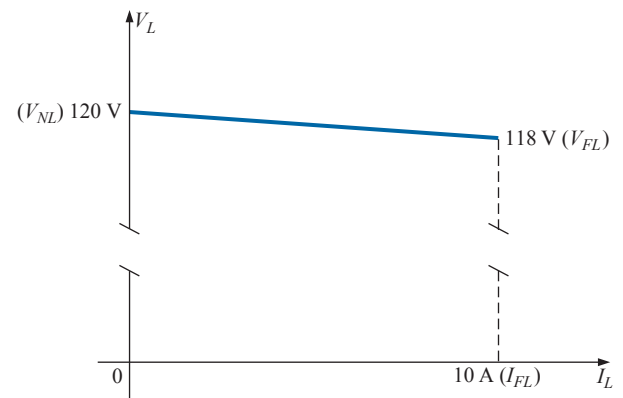

Figura 5.70 Características terminais para a fonte do Exemplo 5.28.
- a) Dadas as características na Figura 5.70, determine a regulação de tensão da fonte.